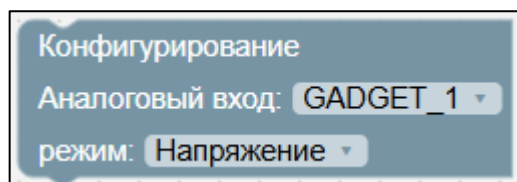

Рисунок II-41 – Блок конфигурирования
1) Блок конфигурирования (см. Рисунок II-41):